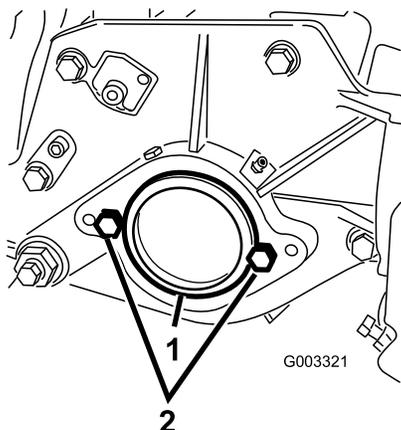

Bild 7
2. Nehmen Sie rechts an der Schneideinheit den Plastikstöpsel vom Lagergehäuse ab (Bild 7).
3. Nehmen Sie die zwei Schrauben von der rechten Seitenplatte ab (Bild 7).
5. Schrauben Sie die zwei Befestigungsschrauben für den Spindelmotor lose an der linken Platte des Mähwerks fest (Bild 7).